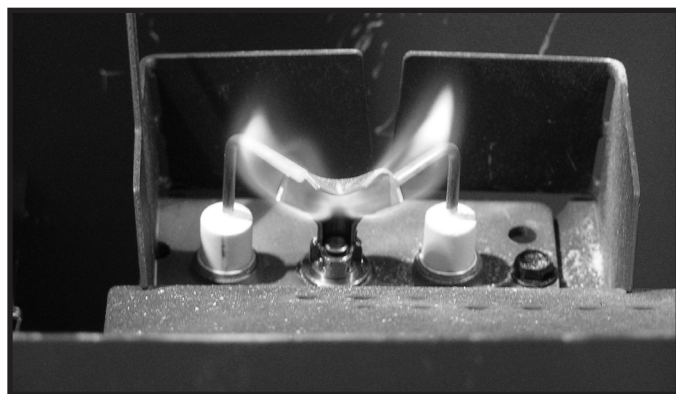

Figure 4.1. Comportement de la flamme de la veilleuse IPI
- Inspectez le comportement et la force de la flamme de la veilleuse. Voir la figure 4.1 quant au bon comportement de flamme de la veilleuse. Nettoyez ou remplacez la tête d'injecteur à filetage mâle si nécessaire.